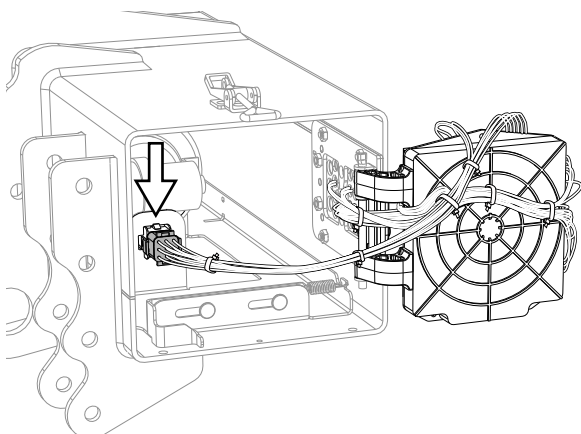

Abbildung 72. Anschlussstecker
3. Die Verkabelung von der Steuerplatine zum Hydraulikaggregat am Stecker des Hydraulikaggregats lösen, siehe Abbildung 72.